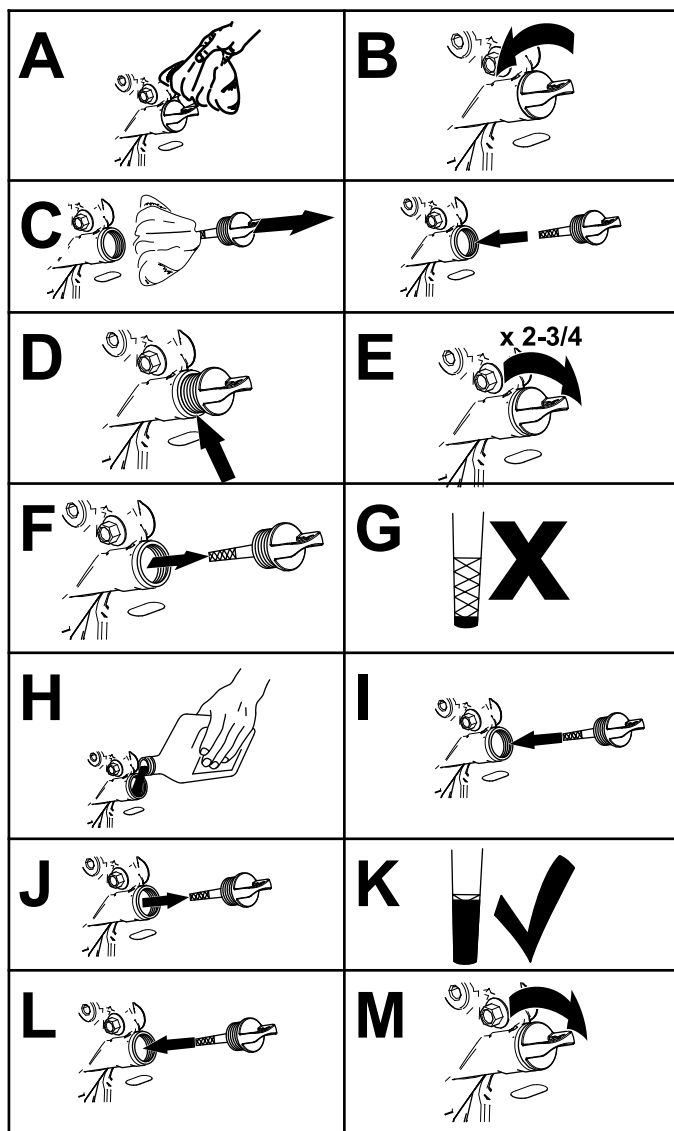

Figure 36
4. Contrôlez le niveau d'huile moteur, comme montré à la Figure 36.